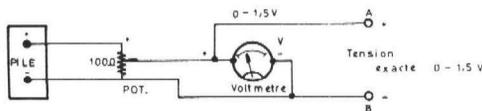

Figure 2
On utilisera, par exemple le montage de la figure 2 qui se compose d'une pile de 1,5 V aux bornes de laquelle on a branché un potentiomètre de 100 Ω (ou toute valeur voisine). Ce potentiomètre consommera un courant relativement faible :
6) Brancher les points A et B du montage de la figure 2, aux points d'entrée + et — respectivement, après avoir, préalablement supprimé le court-circuit.